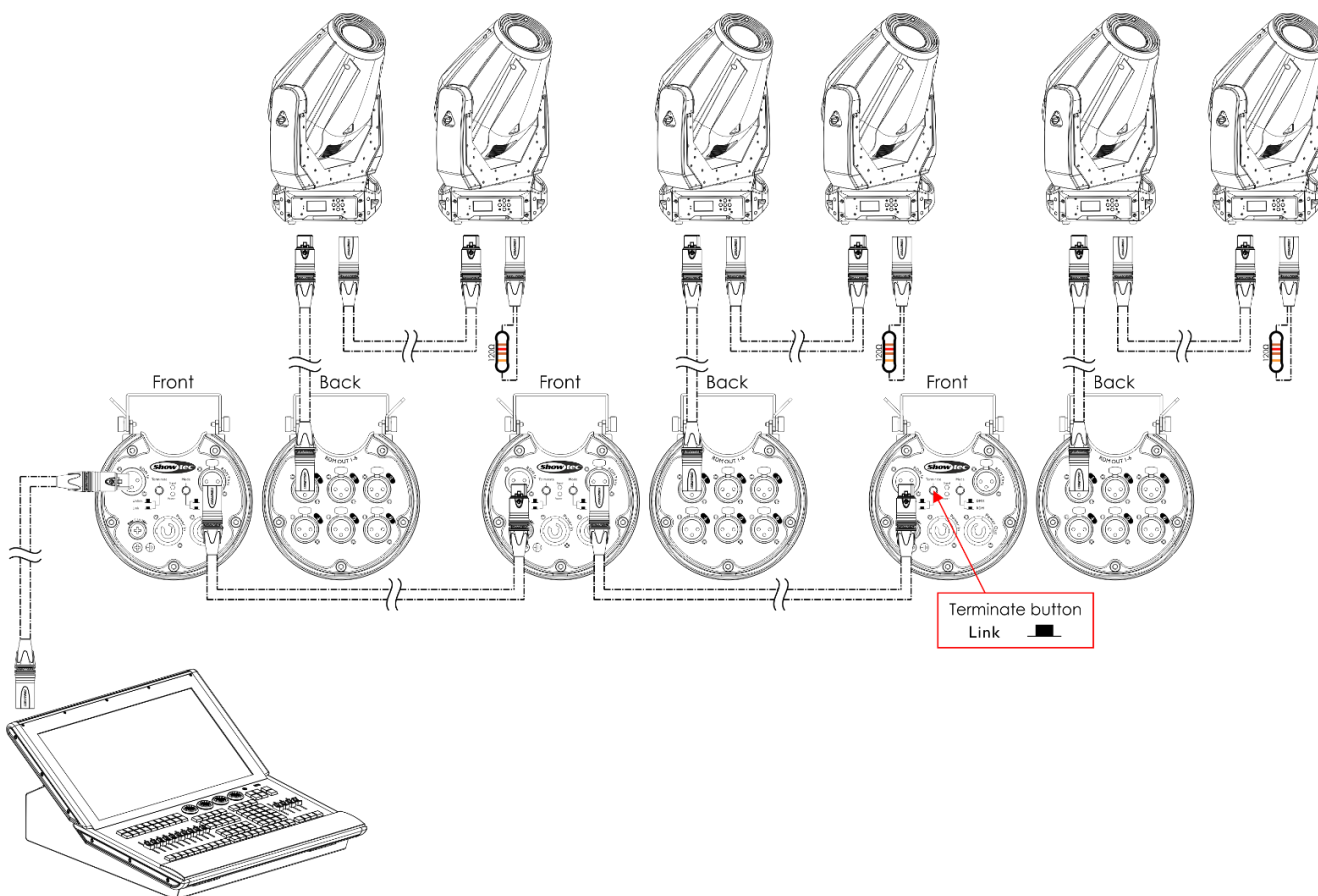

Abb. 04
- 05) Verbinden Sie die Geräte wie in Abb. 04. Schließen Sie den DMX-Durchgang „Thru“ des ersten Geräts mit einem DMX-Kabel an den Eingang des zweiten Geräts an. Wiederholen Sie diesen Vorgang, um das zweite, dritte und vierte Gerät ebenfalls zu verbinden.